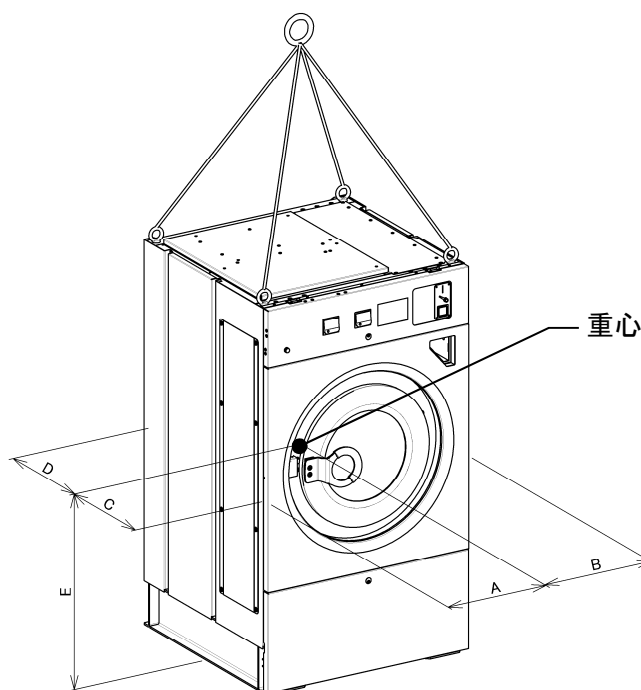

図3－1
- 3) クレーン等で本機を吊り上げるときは、本体上部四隅(図3－1)の4ヶ所に必ずフックを掛けて吊り上げます。
4) 重量と重心(図3－1)